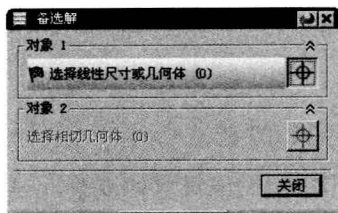

图 2.10.13 “备选解”对话框
“草图约束”工具条中没有“备选解”按钮, 读者可以在工具条中加入此  按钮, 也可通过定制的方法在下拉菜单中添加该命令(以下如有添加命令或按钮的情况将不再说明)。单击此按钮, 则会弹出“备选解”对话框(图 2.10.13), 在系统 **选择一个尺寸或圆/圆弧** 的提示下选择对象, 系统会将所选对象直接转换为同一约束的另一种约束表现形式, 单击 **应用** 按钮后还可以继续对其他操作对象进行约束方式的“备选解”操作; 如果没有, 则单击 **确定** 按钮完成“备选解”操作。
Step 3 选择命令。选择下拉菜单 **工具(T)**  **约束(C)**  **备选解算方案(O)** 命令, 系统弹出“备选解”对话框, 如图 2.10.13 所示。